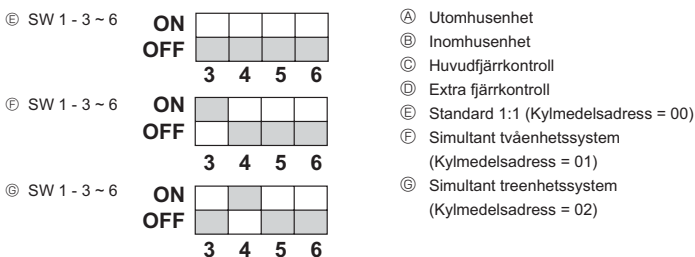

Fig. 10-1
10. Systemkontroll (Fig. 10-1)